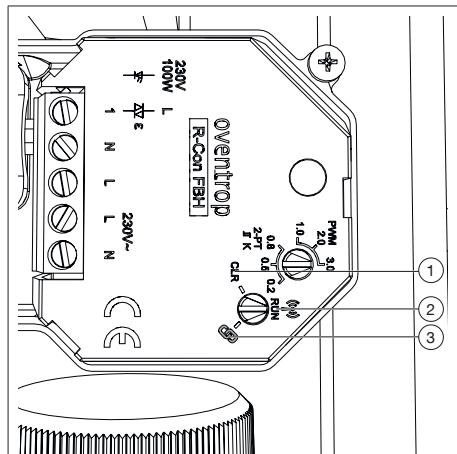

Fig. 13 : Options de paramétrage du récepteur radio « R-CON FBH »
1. Positionner le sélecteur rotatif du récepteur radio « R-CON FBH » sur « Connecter » (voir Fig. 13 en page 53 (3)). La LED se met à clignoter.